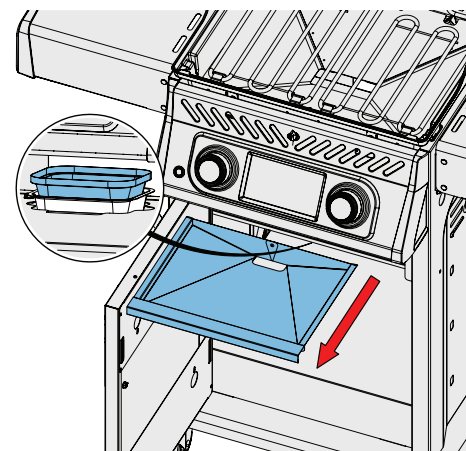

Fig. 8
1. Deslice la bandeja de goteo del aparato para acceder a la bandeja de grasa desechable o para limpiar la bandeja de goteo. (Fig. 8)
- Limpie con frecuencia para evitar la acumulación de grasa, aproximadamente cada 4-5 usos. (Fig. 8)